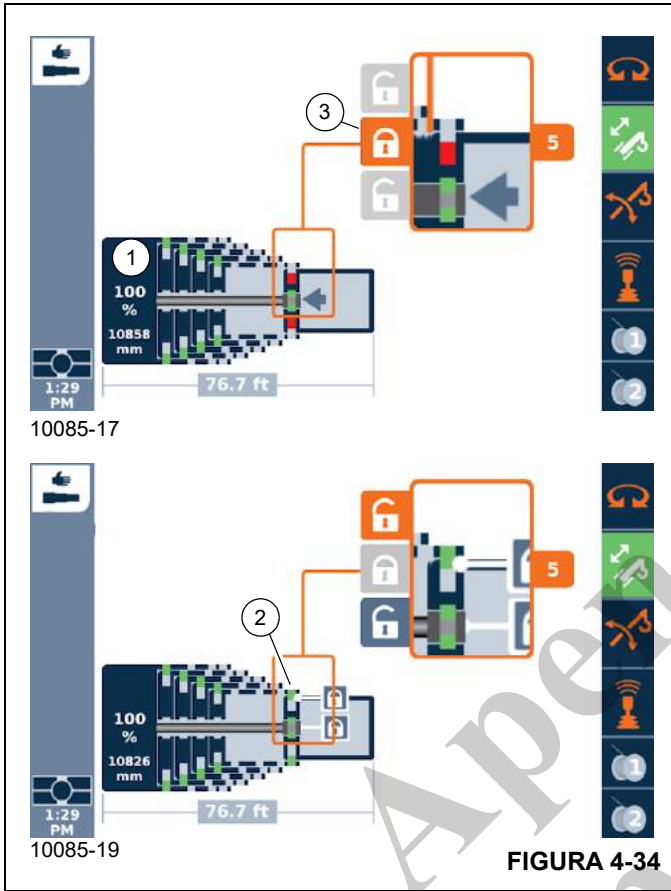

FIGURA 4-34
1. Retraia/estenda até o comprimento fixo desejado, por exemplo, seção telescópica (1, Figura 4-34) 1 a 100%.